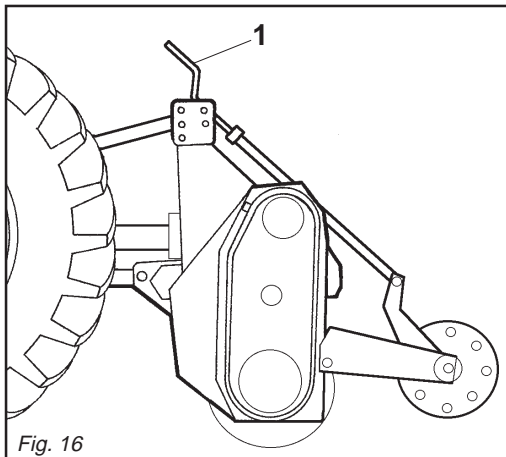

Fig. 16
**Macchine con rullo:** la regolazione della profondità in queste macchine si effettua ruotando la manovella centrale (1 Fig. 16).
**Machine with roller:** to adjust working depth on this type of machine is adjusted either the center crank (1 Fig. 16).
**Maschine mit Walzen:** die Tiefeneinstellung bei diesen Maschinen erfolgt über den zentralen Handgriff (1 Abb. 16).
**Machine avec rouleau:** pour régler de la profondeur sur ces machines s'effectue avec la manivelle centrale (1 Fig. 16).
**Máquinas con rodillo:** el ajuste de la profundidad en estas máquinas se efectúa por medio de la manivela central (1 Fig. 16).